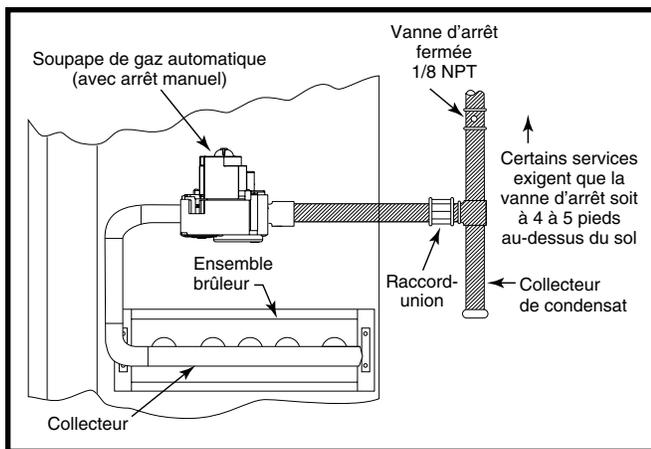

Figure 6. Raccordements de gaz typiques - Entrée côté droit
robinet d'arrêt de gaz principal manuel. Voyez la Figure 6 (page 16).
- Il faut installer un collecteur de condensat dans la longueur de tuyau verticale acheminée jusqu'à l'appareil. Voyez la Figure 6.
L'appareil a seulement une entrée de gaz sur le côté droit. Au moment de raccorder l'alimentation en gaz, prévoyez un dégagement entre la conduite d'alimentation de gaz et le trou d'entrée dans le boîtier de l'appareil pour éviter les bruits non désirés ou les dommages à l'appareil. Un branchement typique de l'alimentation en gaz est illustré à la Figure 6.